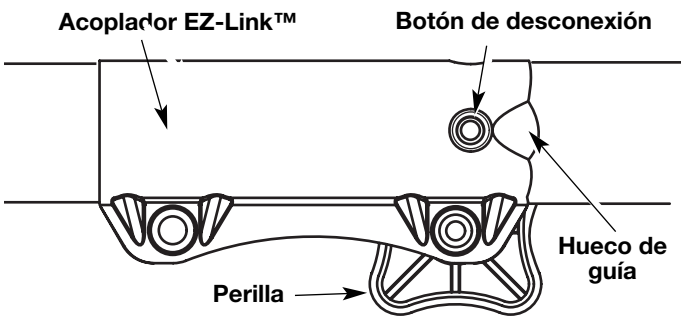

Fig. 11
1. Gire la perilla en sentido antihorario para aflojarla (Fig. 11).
2. Opima y sostenga el botón de desconexión (Fig. 11).
**NOTA:** La alineación del botón de desconexión con el hueco de guía facilitará la instalación (Fig. 11).